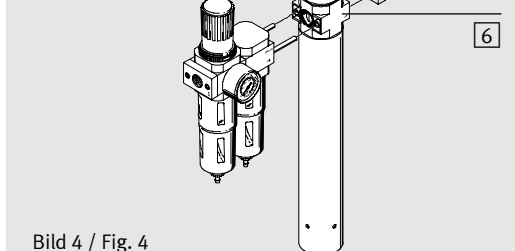

Bild 4 / Fig. 4
- Monter le LDM1-...-D-MAXI-... avec l'embase de raccordement sur l'appareil de base (voir Fig. 4). Un joint est nécessaire entre les différents appareils ainsi qu'au niveau de l'embase de raccordement.
- Installare l'LDM1-...-D-MAXI-... sull'apparecchio di base utilizzando la sottobase (vedi Fig. 4). Per il montaggio inserire guarnizioni tra i singoli dispositivi e tra i dispositivi e le sottobasi.